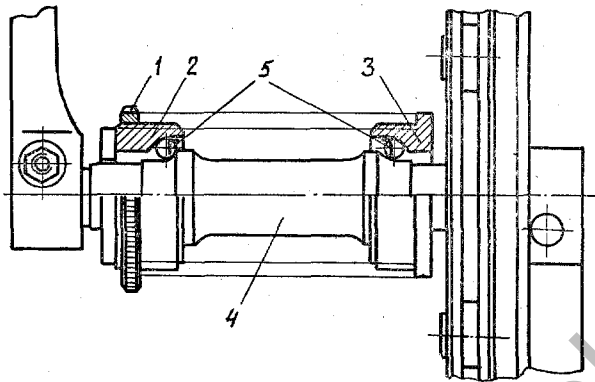

Рис. 11.
Шатуны должны свободно без заеданий и ощутимого люфта вращаться. Люфт в подшипниках проверяется путем приложения переменных усилий вдоль вала каретки 4 (рис. 11). Подшипники каретки регулируются с помощью левой чашки 2 и контргайки 1 аналогично регулировке подшипников рулевой колонки.
- в) поставить правильно подшипники согласно рис. 11.